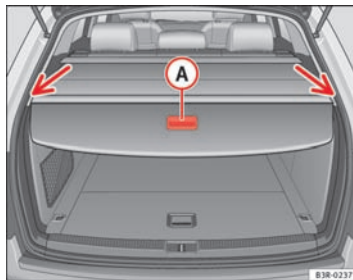

Fig. 120 Hayon ouvert avec couvre-coffre déroulé
- Déroulez, à l'aide de la poignée **A** ⇒ fig. 120 le couvre-coffre de manière régulière vers l'arrière du véhicule.
- Accrochez les extrémités de la tringle transversale dans les ouvertures droite et gauche du revêtement latéral ⇒ fig. 120 -flèche-.